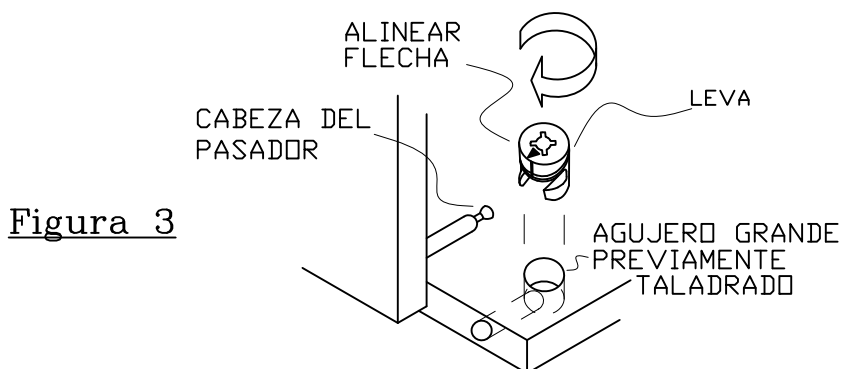

Figura 3
Paso 12. Instale 8 levas en los agujeros grandes previamente taladrados. Apunte la flecha de la leva hacia la dirección del pasador de sujeción. Presione la leva en el agujero grande previamente taladrado. Utilice un desarmador para girar cada leva aproximadamente 1/2 vuelta en la dirección de la flecha ( dirección de las manecillas del reloj) para asegurarlas en su lugar. **NO APRIETE EN EXCESO**. Véase la Figura 3.